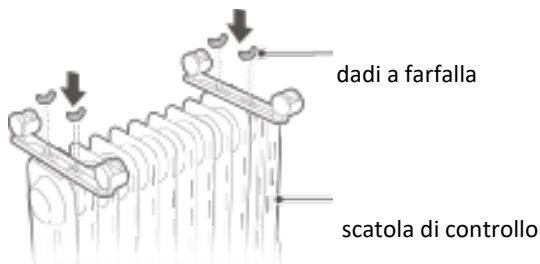

Figura 2
3. Come mostrato nella Figura 2, due serie di componenti delle rotelle vengono serrate con quattro dadi a farfalla. Installare solido e poi mettere il riscaldatore in posizione, basta mettere le rotelle a terra.